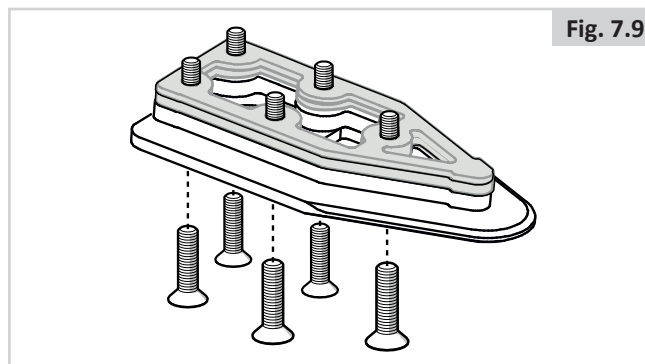

Fig. 7.9
3. Steek de vijf bouten door de aankoppelplaat, het verplichte passtuk van 8 mm en de gekozen optionele pasringen (grijs in de afbeelding) (Fig. 7.9).